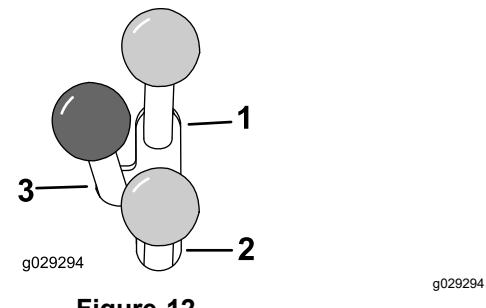

Figure 12
- Pour utiliser un accessoire hydraulique en marche avant, poussez le levier de commande hydraulique auxiliaire vers l'avant (Figure 12).
- Pour utiliser un outil hydraulique en marche arrière, poussez le levier de commande hydraulique auxiliaire en arrière (Figure 12).
**Remarque:** Si vous relâchez le levier alors qu'il est en position de fonctionnement AVANT OU ARRIÈRE, il revient automatiquement en position POINT MORT (Figure 12).